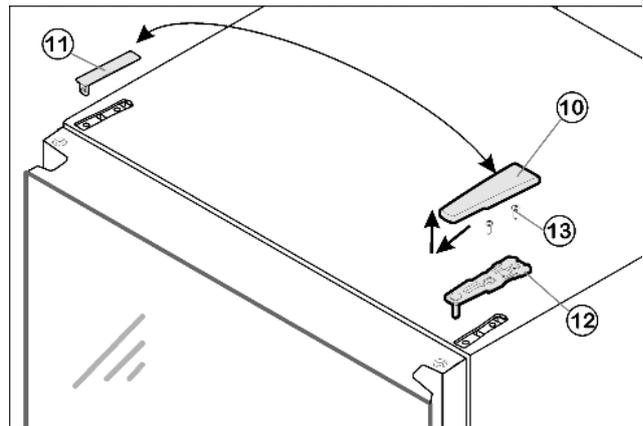

Fig. 8
- ▶ Enlever le cache *Fig. 8 (10)* vers l'avant et en haut.
- ▶ Retirer le cache *Fig. 8 (11)*.
- ▶ Dévisser le *Fig. 8 (12)* support d'appui supérieur (2 Torx® 25) *Fig. 8 (13)* et retirer vers le haut.
- ▶ Placer le support d'appui supérieur Fig. 8 (12) sur le nouveau côté charnière dans la porte.
- ▶ Visser le support d'appui supérieur à fond (avec 4 Nm) (2 x Torx® 25) Fig. 8 (13). Pointer les trous de vissage ou utiliser une visseuse sans fil.
- ▶ Faire encliqueter le cache Fig. 8 (11) et le cache Fig. 8 (10) du côté opposé.